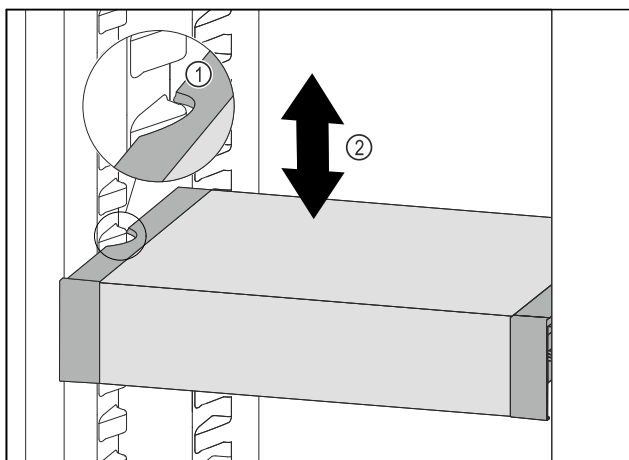

Fig. 195
- ▶ Táhněte VarioSafe dopředu, dokud nebudou boční vybrání VarioSafe na úrovni žebrování na nádoby v chladničce. Fig. 195 (1)
- ▶ Posouvejte VarioSafe v chladničce nahoru nebo dolů, dokud nedosáhnete požadované výšky. Fig. 195 (2)